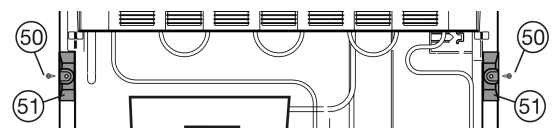

Fig. 15
- Suelte el tornillo Fig. 15 (50) y retire los espaciadores Fig. 15 (51).